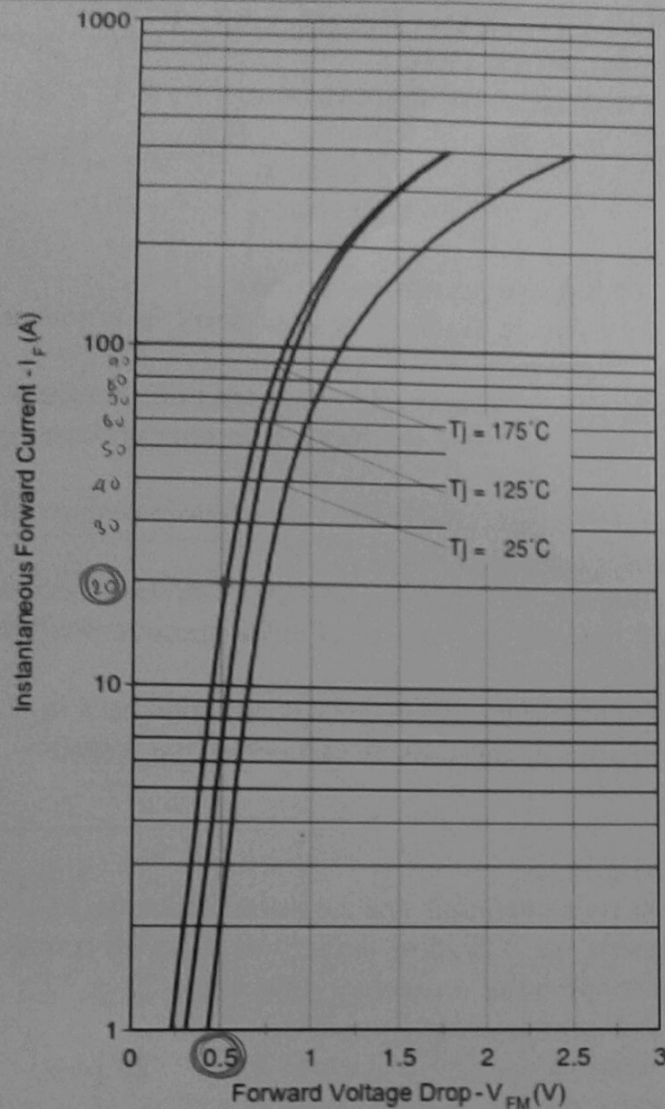

Figura 1
1. A qué tipo de diodo pertenece la curva de la figura 1 y cuál sería la potencia disipada por éste para una corriente de 20A y una $T_j=175^\circ\text{C}$.